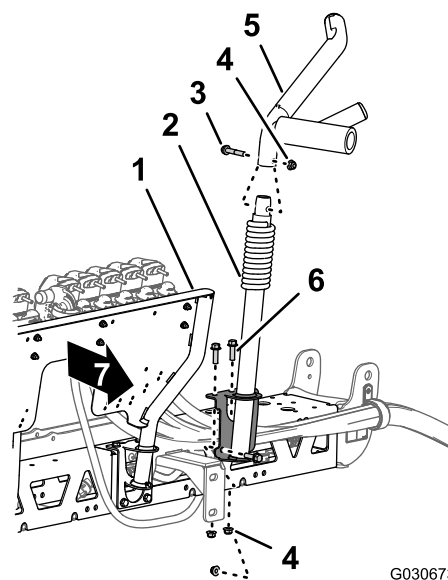

Figura 123
4. Allineate i fori della staffa di montaggio del nuovo supporto inferiore sinistro della barra con i fori sui lati superiore e anteriore (a sinistra del supporto del collettore) della nuova sezione centrale della barra (Figura 123).
6. Nel supporto inferiore sinistro, montate il supporto superiore che avete rimosso al passaggio 1 di Rimozione del supporto della barra \(pagina 39\) sul supporto inferiore (Figura 123) con il bullone a testa flangiata ($\frac{3}{8}$ " x 2") e il dado di bloccaggio flangiato ($\frac{3}{8}$ ").